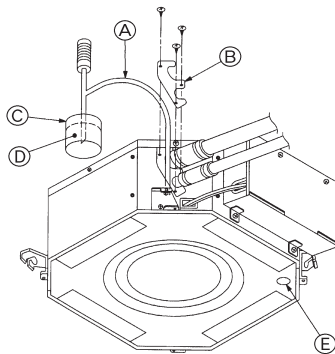

Fig. 8-1
8.4. Comprobación del drenaje (Fig. 8-1)